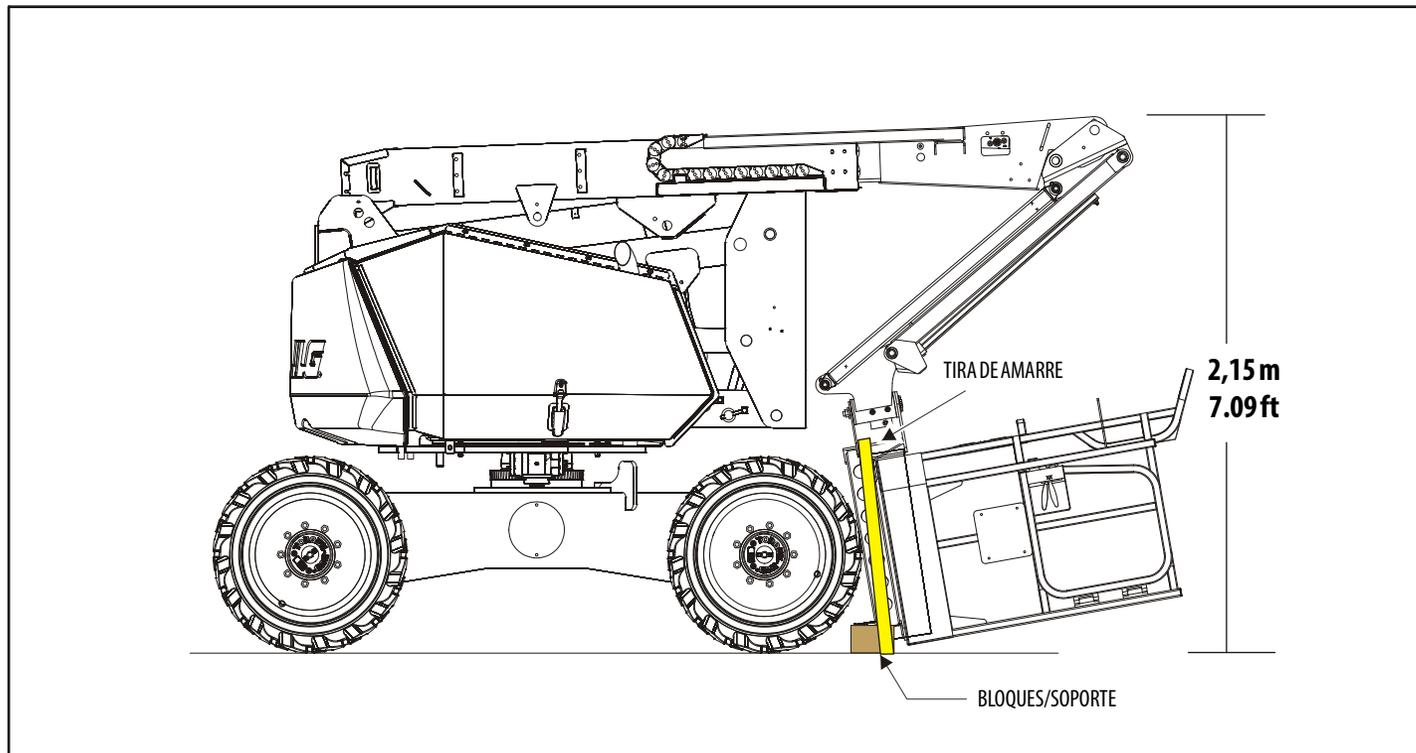

Figura 4-5. Posición de almacenamiento
(Ver la Figura 4-5.)
1. Desde el puesto de controles del suelo, elevar la pluma por lo menos hasta la elevación que se muestra en la Figura 4-5. La pluma debe elevarse para impedir que el canasto de la plataforma golpee el suelo durante este procedimiento.
3. Poner bloques debajo del soporte de la plataforma, bajar el soporte de la plataforma sobre los bloques y amarrarlo como se ilustra en la Figura 4-5.